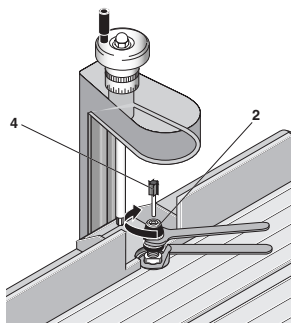

Fig. 3b
3. Passenden Fräser 4 einsetzen (Fig 3b).
4. Überwurfmutter festziehen, wie in Fig 3b gezeigt.
1. Wie in Fig 3b gezeigt, die Überwurfmutter lösen, aber nicht abdrehen.